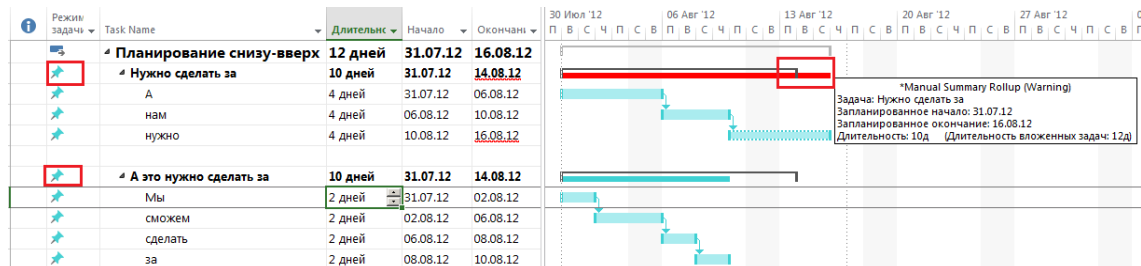

Рисунок 4.26 – Планирование сверху-вниз
3. Проводится анализ сроков, заданных руководителем, и сроков, запрашиваемых исполнителем, (Рисунок 4.26).